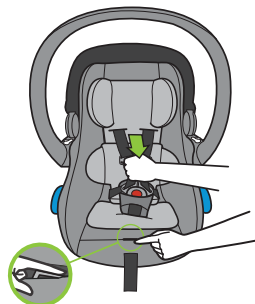

Figura 4
- Mientras presiona la lengüeta del ajustador del arnés, tire de las correas del arnés de hombro para aflojar el arnés, como se muestra en la **Figura 4**. La lengüeta del ajustador del arnés es accesible a través de la ranura cosida en la tela entre la correa de ajuste del arnés y la correa de la entrepierna.